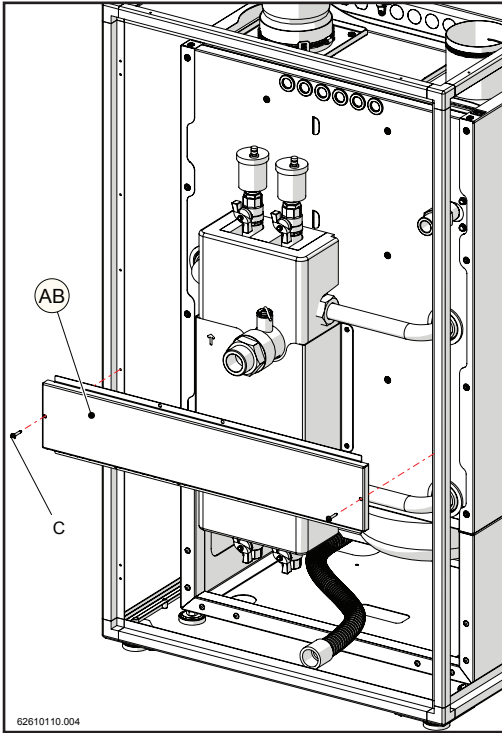

Figure 15-16
- 8.- Appliquer la feuille (AB), avec les vis "C", à le cadre de la couverture extérieure, comme le montre la figure 15-16.